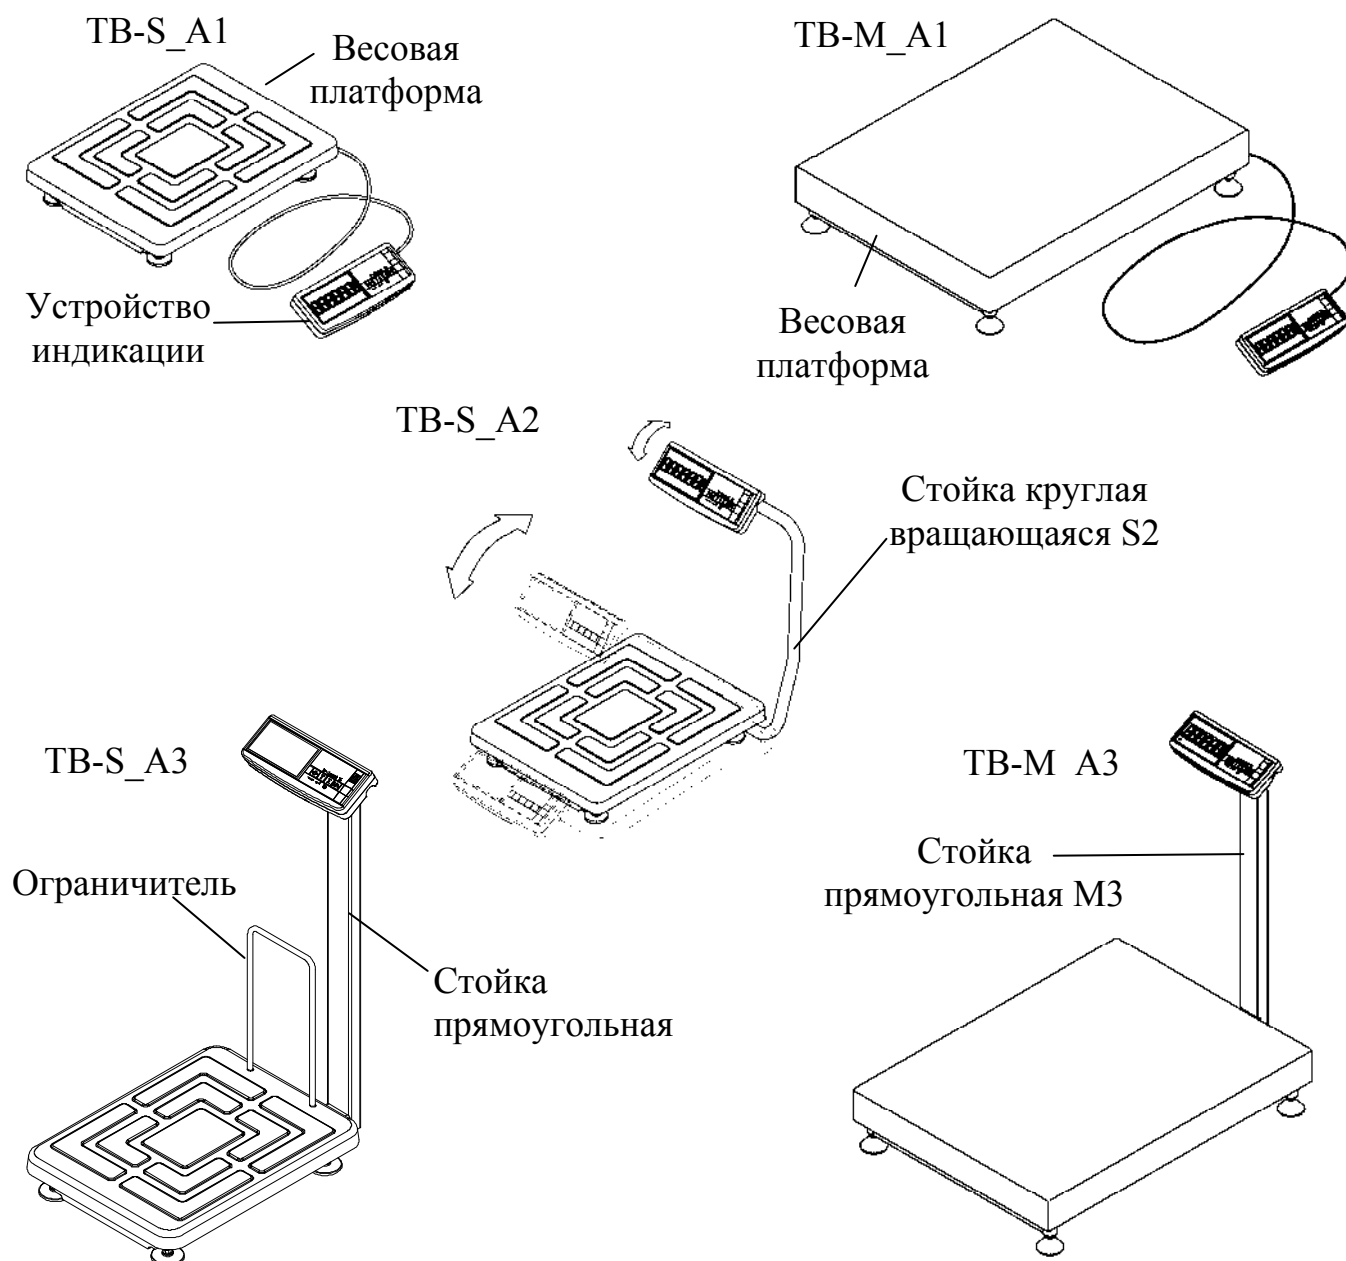

Рисунок 5.1 - Варианты исполнения весов
5.1 Весы состоят из весовой платформы и устройства индикации. В зависимости от способа установки устройства индикации весы поставляются в следующих вариантах (рисунок 5.1):
- вращая стойку (рисунок 5.1) установить ее в удобное для работы положение и зафиксировать, плотно затянув винты в кронштейнах основания (восемь винтов). На входе в стойку оставить припуск кабеля длиной $20 \div 30$ мм;